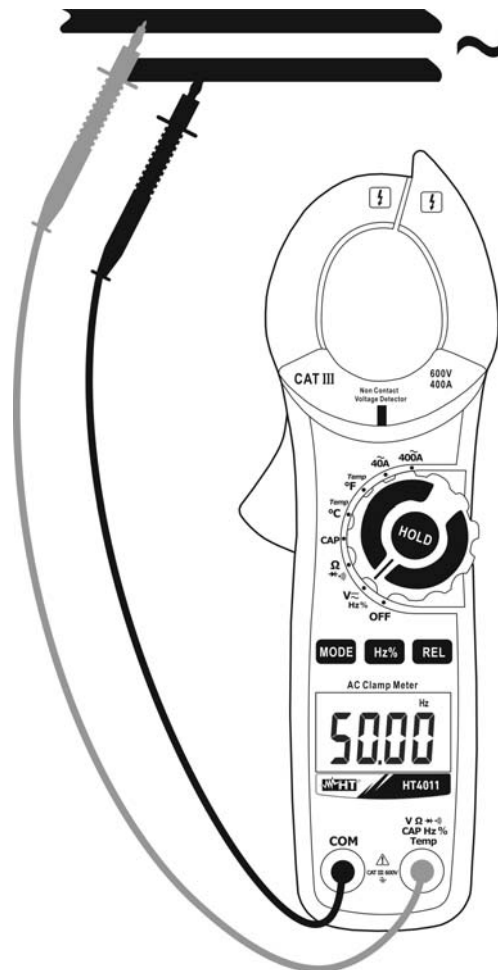

Fig. 4: Uso de la pinza per medidas de Frecuencia y Duty Cycle
3. Inserte el cable rojo en el terminal de entrada **VΩHz%Temp** y el cable negro en el terminal de entrada **COM** (Fig. 4 – parte izquierda) para medida de frecuencia con puntas de prueba. El valor de la frecuencia (Hz) o del duty cycle (%) se muestra en pantalla